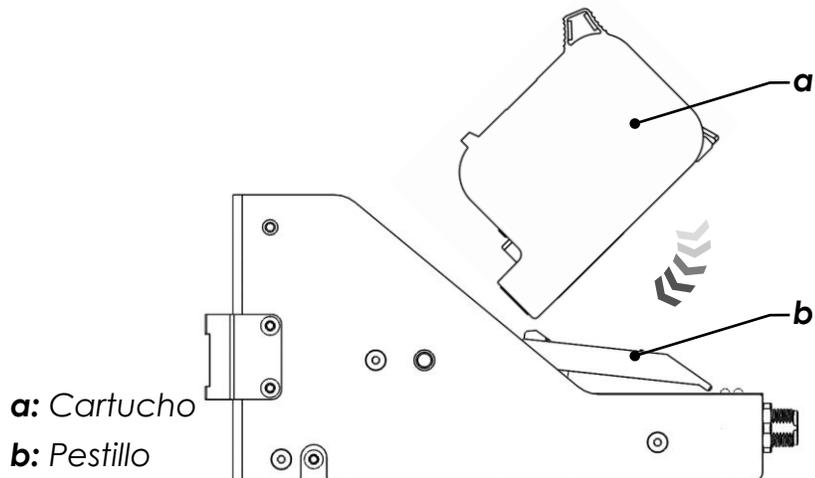

Figura 33
- Abra el pestillo verde en el cabezal de impresión como muestra la Figura 33.
- Cuidadosamente inserta el cartucho en el cabezal de impresión y asegúrate que esté perfectamente puesto en su lugar, como muestra la Figura 33. Evita cualquier fuerza extra para prevenir daños en el cartucho o en los pines del conductor.